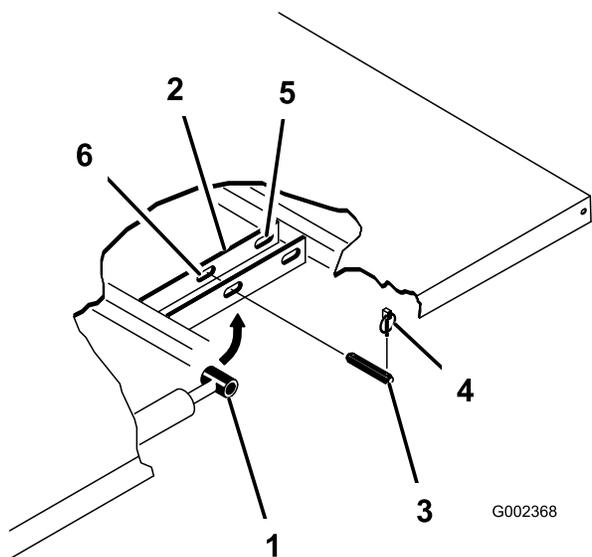

図 32
3. シリンダの外側端部からリンチピンを外す(図 32)。
4. シリンダロッドの端部を荷台取り付けプレートのスロットに固定しているクレビスピンを外す(図 32)。
5. ピボットブラケットをフレームに固定しているリンチピンとクレビスピンを外す(図 32)。